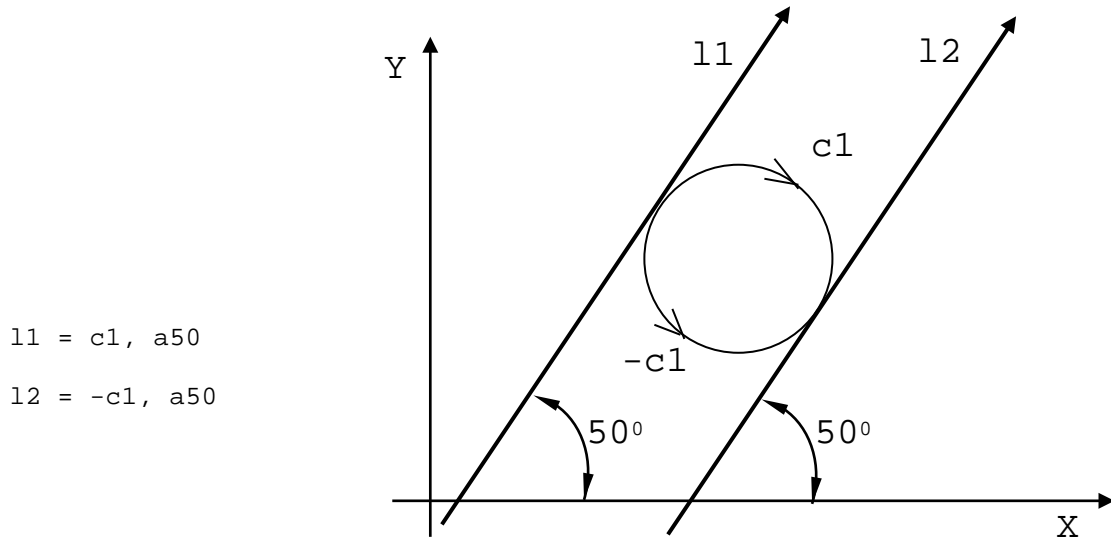

Рисунок 2.74
- прямая, касательная к одной окружности и образующая угол с осью абсциссы (рисунок 2.74):